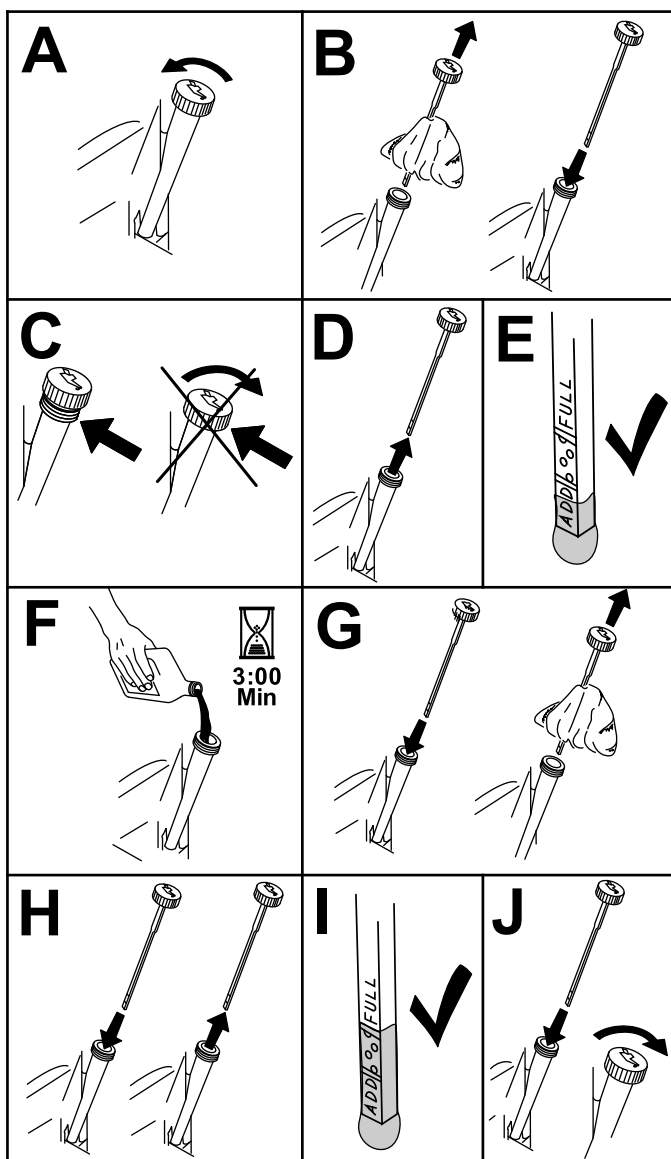

Figure 44
3. Contrôlez le niveau d'huile moteur, comme montré à la Figure 44.